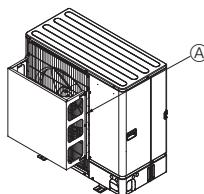
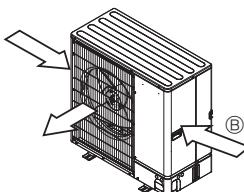

Fig. 2-4
Fig. 2-5
- ② Монтирайте допълнително изпускателно направляващо устройство, ако тялото е монтирано на място, където силни ветрове от тайфуни и др. могат директно да влязат в изхода за въздух. (Fig. 2-4)
- ③ Изпускателно направляващо въздуха устройство
- ④ Ако е възможно, поставете тялото така, че изходът за въздух да духа перпендикулярно на посоката на сезонния вятър. (Fig. 2-5)
- ⑤ Посока на вятъра